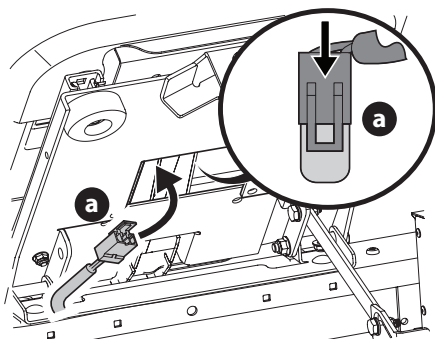

Figure 10
- Insérez le faisceau de câbles (a) dans la partie inférieure du siège (Figure 10).
NOTE : lorsque le faisceau de câbles (a) est connecté, veillez à pousser le fil excédentaire du faisceau de câbles (a) dans l'orifice du boîtier de siège avant de continuer (Figure 10).